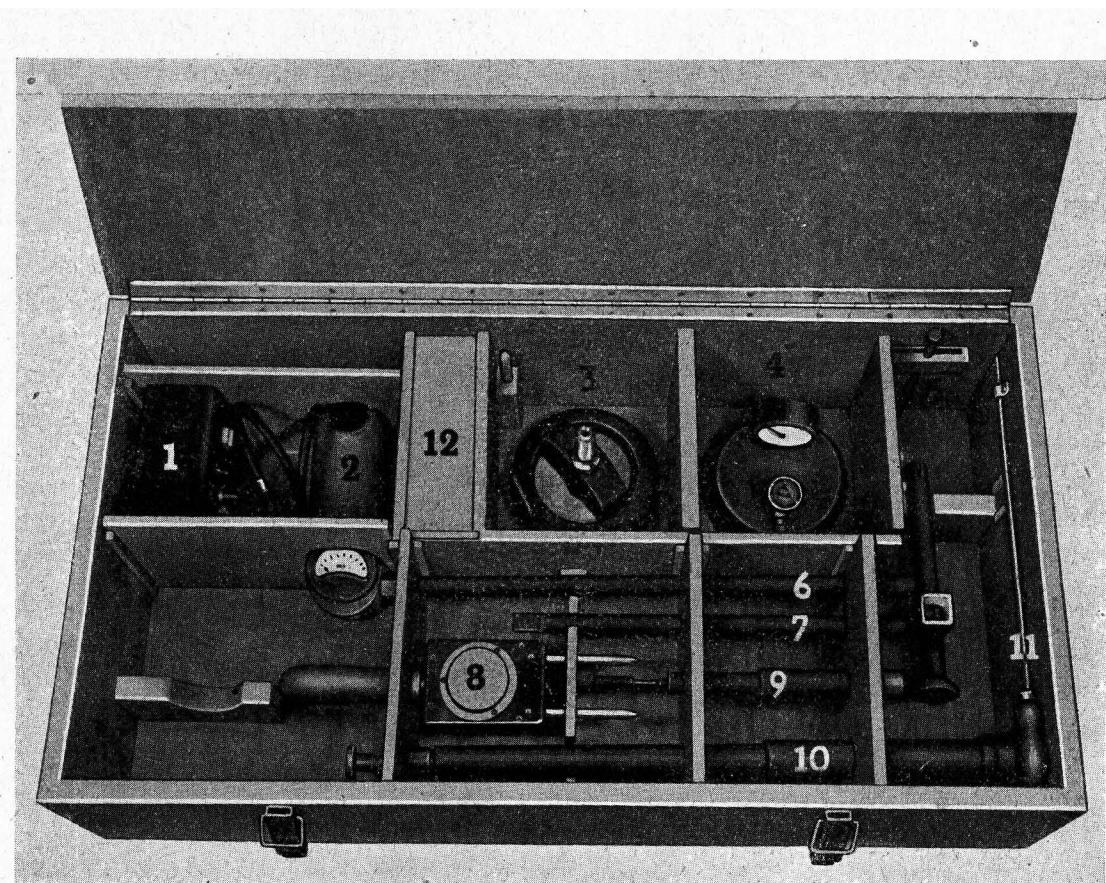

Abb. 9: Zubehörsatzkoffer
Die zum Instandsetzen und Prüfen des FuG 302 benötigten Werkzeuge und Prüfgeräte befinden sich in einem Koffer, Pos. Nr. 500, vgl. Abb. 9. Der Koffer enthält folgende Teile:
2. Das **Antennenstromabtastgerät** (Anlage 1 a, Abb. 9 und 11) dient zum rückwirkungsfreien Messen des Antennenstromes bei der Abstimmung und Trimmung.
- b) **Antennenverschluß-Schraube:** Um die Trimmung ausführen zu können, wird die normale Antennenverschlußschraube gegen einen Antennentrimmkopf Pos. Nr. 500/3 (siehe Abb. 9, Teil 3), der Öffnungen im Isolator hat, vertauscht.